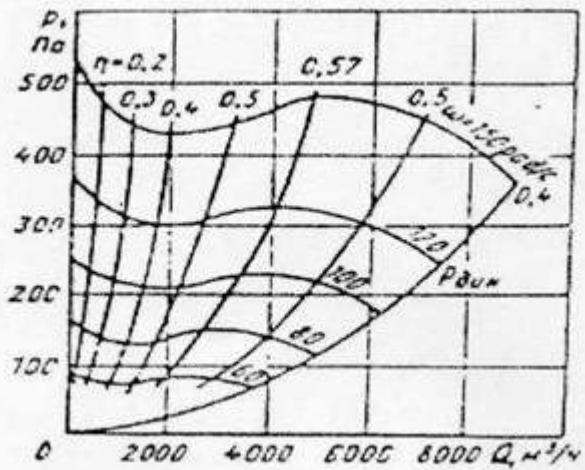

Рисунок 8 Характеристика вентилятора при различных частотах вращения
При подборе вентилятора наиболее удобны и наглядны характеристики, построенные для каждого вентилятора при разных частотах вращения. Они строятся с нанесением кривых  $P = / (Q)$  для различных частот вращения ( $c7 = \text{const}$ ) и кривых, соединяющих точки с одинаковыми значениями КПД (рисунок 8).